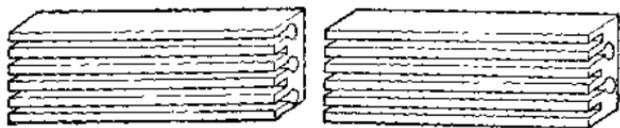

图 2
2. 用40×10×15(mm)3的铝块作隔光块。按图2所示,